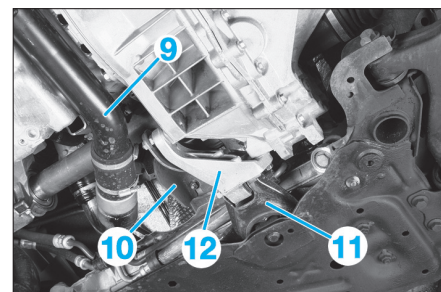
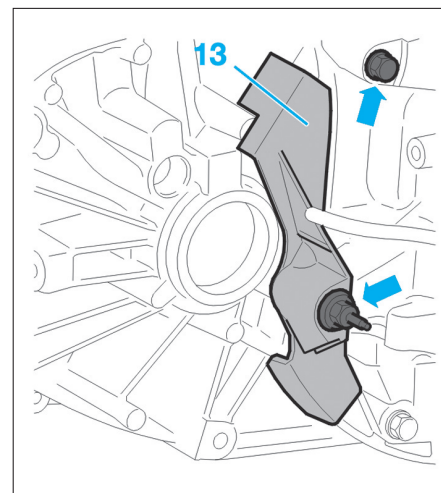

FIG. 5
FIG. 6
- Sortir la canalisation de son clip de maintien (6).
- Désaccoupler à l'aide de l'outil [1] les câbles de sélection et de passage des vitesses (7).
- Déposer le support câbles (8).
- le conduit de suralimentation (9) (Fig.5).
- le support du catalyseur (10)
- la biellette anticouple (11)
- le support biellette anticouple (12)
- la tôle de fermeture (13) (Fig.6)